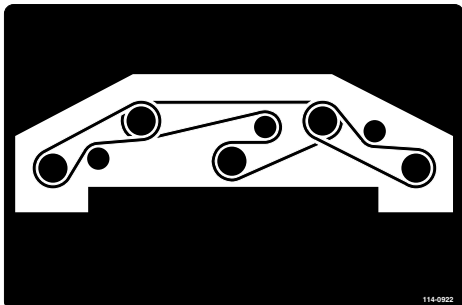

Рисунок 128
8. Обведите новый ремень вокруг шкивов шпинделей и узла натяжного ролика (Рисунок 128).